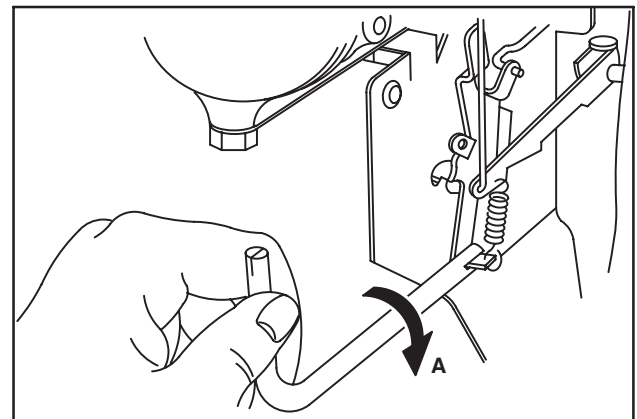

Fig. 36
3. Ajuster le régime du moteur selon le Tableau N°. 10, Spécifications, page 30 en tordant l'accrochage du ressort, Fig. 36.